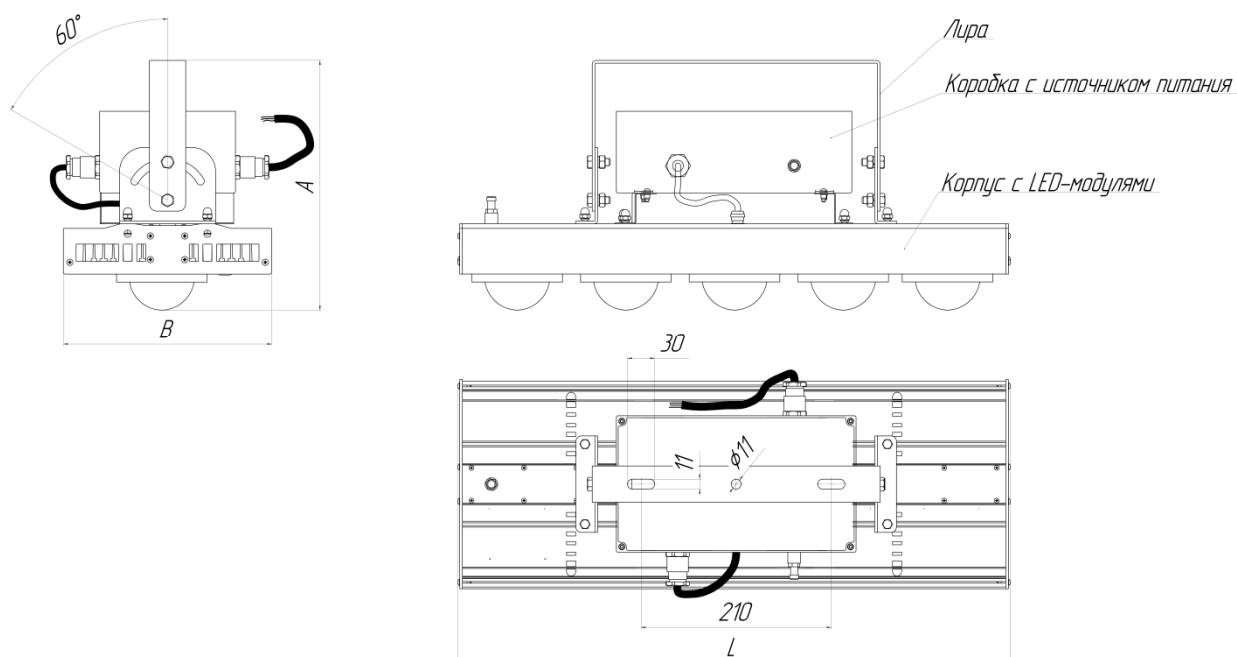

Рисунок 1 Внешний вид светильника
1.3.2 Внешний вид изделия представлен на рис. 1.